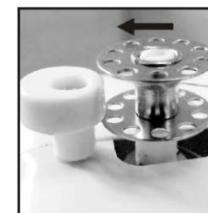

рис. 11
- Сдвиньте шпиндель вправо. (рис. 11)